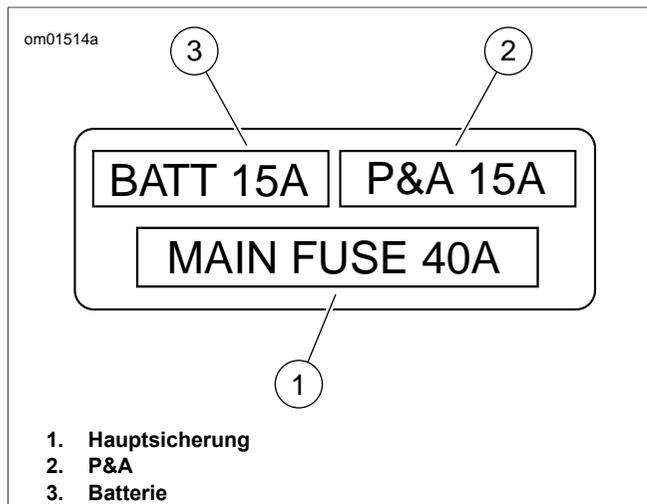

Abbildung 48. Sicherungsblock
Siehe Abbildung 48. Das Motorrad hat folgende drei Sicherungen, die die elektrischen Systeme schützen.
3. Siehe Abbildung 48. Fehlerverdächtige Sicherung durch eine **neue** Sicherung ersetzen.